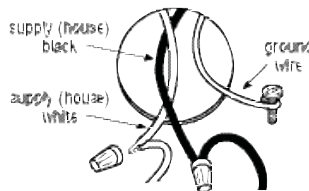
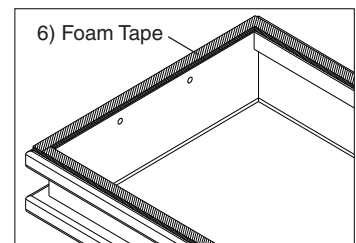

Fig 5
Fig 6
5. Ground fixture as follows. Connect the green or bare copper ground wire from the outlet box under the green ground screw. If house wiring includes no ground wire, consult your local electrical code for approved methods. **See Fig 5.**
7. Replace wireway cover under tabs on one side of fixture housing. Make sure wires are not pinched between fixture housing and wireway cover. Secure ends of wireway cover with screws (4).
8. To install Foam Tape( 6), place Diffuser Frame (5) on flat surface with diffuser side down. Peel backing from tape (6) to expose adhesive. Start applying tape at corner and proceed around perimeter of frame (5). Cut off any excess material- **See Fig.6**
5. Hacer tierra con la luminaria como sigue. Conectar el cable de tierra verde o cobre de la caja de salida al tornillo marcado "GND" o asegúrese de aterrizar el tornillo usando la arandela y la tuerca incluidas en el paquete. Si el alambreado de la casa incluye cables sin tierra, consulte a su código eléctrico local para métodos aprobados. **Vea Fig 5.**
7. Vuelva a colocar la cubierta de cable en fichas en un lado del cuerpo del aparato. Haga cables no esten apretados entre la caja del accesorio y la cubierta de cable. Asegure los extremos de la cubierta de cable con los tornillos (4).
8. Para instalar la cinta de espuma (6), coloque el marco del difusor (5) sobre una superficie plana con el difusor hacia abajo. Despegue la parte posterior de la cinta (6) para exponer el adhesivo. Empiece a aplicar la cinta en la esquina y proceda alrededor del perímetro del marco (5). Corte todo el material excedente, **Vea Fig 6.**
5. Effectuer la mise à terre comme suit: Raccorder le fil de cuivre nu ou vert de la boîte de raccordement à la vis "GND" ou fixer à la vis de terre à l'aide de la rondelle à collerette et de l'écrou fournis dans l'emballage-pièces. Si l'alimentation ne possède pas de mise à terre, vérifier le code d'électricité applicable pour une installation conforme. **Voir Fig 5.**
7. Remplacez le couvercle de chemin de câbles dans des onglets sur un côté du boîtier du luminaire. Faire que les fils ne sont pas coincés entre le boîtier de fixation et le couvercle chemin de câbles. Assurer les extrémités de la couverture chemin de câbles avec des vis (4).
8. Pour installer la bande mousse (6), placer le cadre diffuseur (5) sur une surface plane, côté diffuseur vers le bas. Retirer la pellicule de la bande (6) de manière à exposer l'adhésif. Appliquer la bande en commençant par un coin et continuer en appliquant la bande sur le pourtour du cadre (5). Couper l'excédent. **Voir Fig 6**